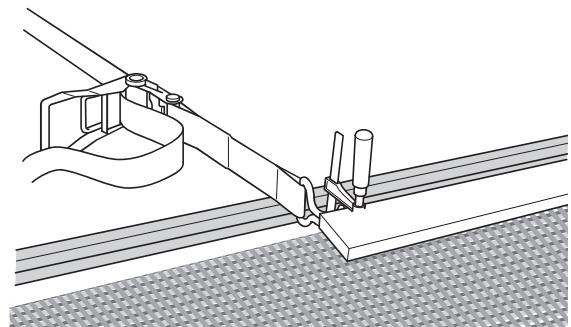

Fig. 6: Festing av toppduken foran i båsbunnen.
12. Bruk to treplanker, klemmer og stropper til å holde toppduken stram mens duken festes. Se Fig. 6.